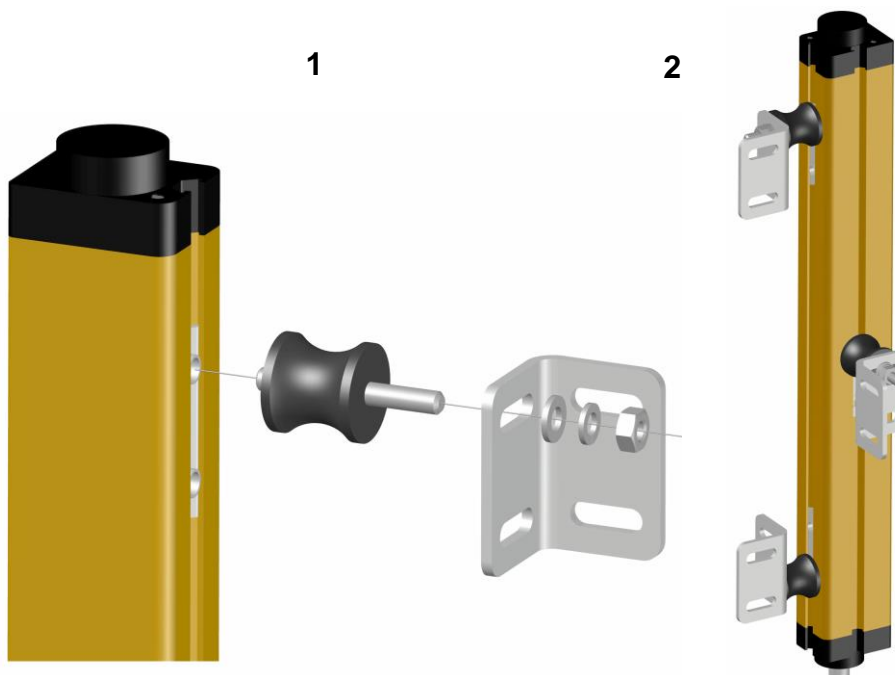

Figure 5
- Dopo aver fissato la staffa alla macchina pericolosa, assicurare il supporto alla barriera (sulla piastrina filettata) (**step 1, fig. 5**).
- Bloccare quindi la barriera sulla staffa con: rondella piana, rondella grower e dado M6 (**step 1, fig. 5**).
- Serrare il dado M6 (**step 1, fig. 5**).
- In caso di installazione di barriere di lunghezza superiore a 1050mm, fissare (se possibile) 2 supporti sul retro e il terzo su di un lato (**step 2, fig. 5**).
- After having fixed the bracket to the dangerous machine, screw up the antivibration damper to the barrier (on the threaded plate) (**step 1, fig. 5**).
- Fix the barrier on the bracket with: plain washer, grower washer and M6 nut (**step 1, fig. 5**).
- Tighten M6 nut (**step 1, fig. 5**).
- If the model installed exceeds 1050mm height, if possible fix 2 antivibration dampers on the rear side and 1 on one side of the barrier (**step 2, figure 5**).